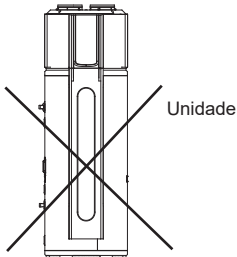

Fig.3-6
- Em caso de entrada de chuva nos componentes interiores da unidade, o componente pode ser danificado ou causar perigo físico (Fig. 3-6)